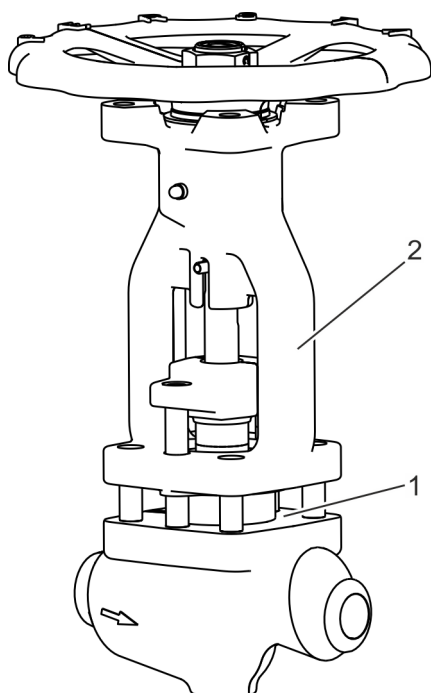

Fig. 24: Positionnement des écrous
7. ➤ Positionner deux pièces intercalaires de même hauteur l'une en face de l'autre entre le carter (Fig. 24/1) et le chapeau en étrier (Fig. 24/2).